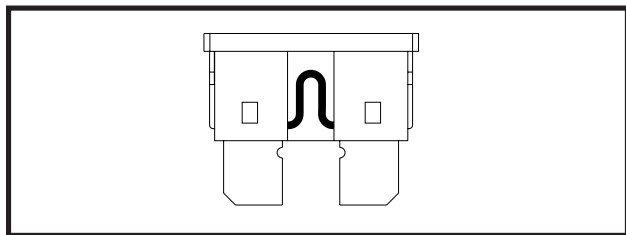

Figure 18. Fusibile funzionante
2. Esaminare il fusibile per accertarsi che sia bruciato. Vedere le figure 18 e 19.